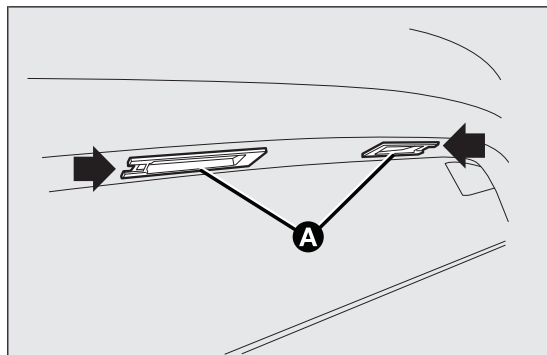

fig. 154
- ☐ intervenir sur le point indiqué par les flèches et enlever les groupes transparents A fig. 154 ;